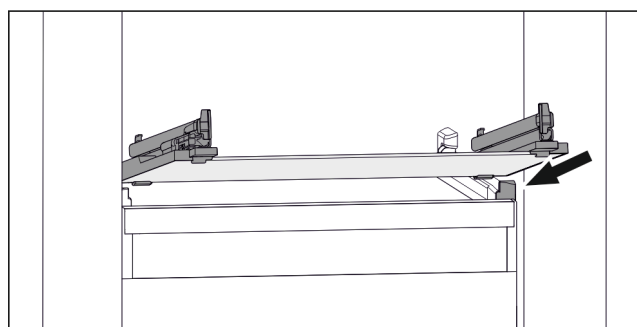

Fig. 73 Exemple de représentation de la tablette en verre
- ▶ Placer la tablette en verre, en l'inclinant, derrière les butées. (voir Fig. 73)